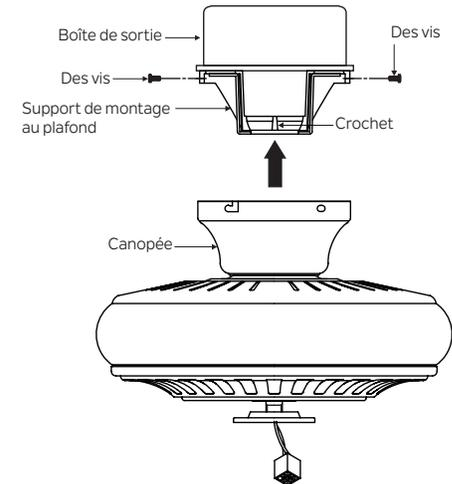

Fig. 14
Étape 3. Assurez-vous que les quatre vis de montage sont bien serrées. (Fig. 14)